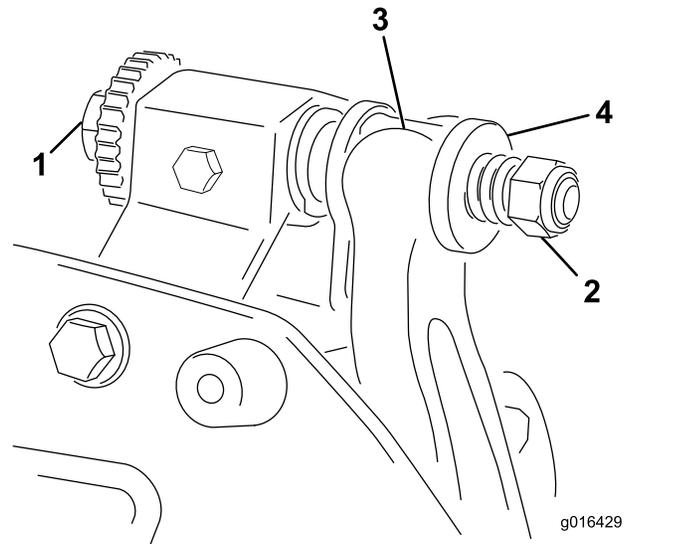

Figura 17
1. Ruotate la vite di regolazione della barra di appoggio in senso antiorario per allontanare la controlama dal cilindro (Figura 17).
2. Allentate il dado di tensione della molla finché la rondella non sarà più in tensione contro la barra di appoggio (Figura 17).
1. Montate la barra di appoggio, posizionando gli attacchi di montaggio tra le rondelle e la vite di regolazione della barra di appoggio (Figura 17).